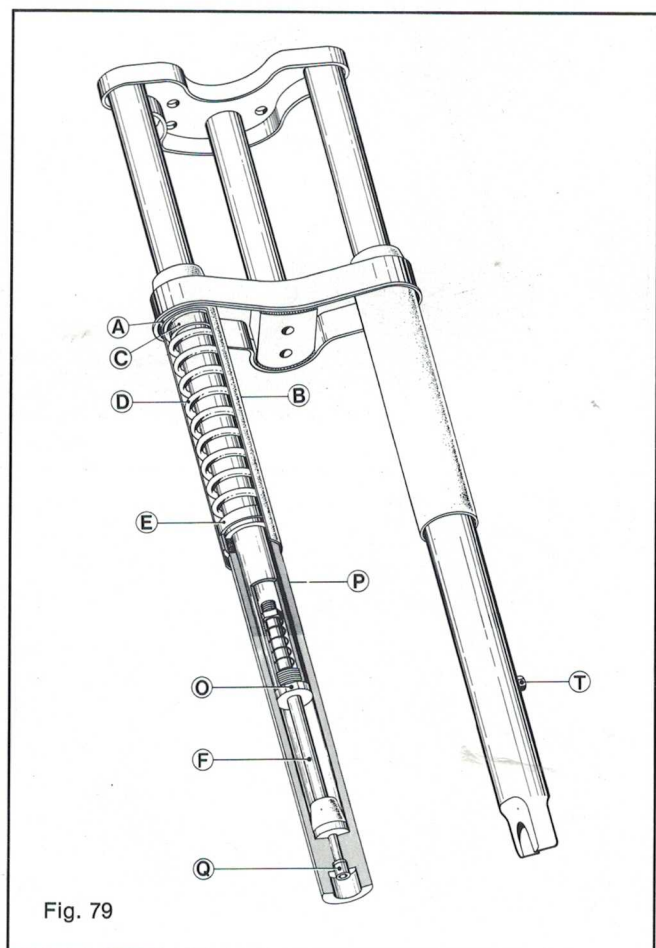

Fig. 79
**Fig. 79 - Forcella telescopica:** effettuato il controllo e le eventuali sostituzioni dei particolari difettosi (tamponi di fine corsa, molle ecc.) montare, dopo aver preventivamente lubrificato con grasso la molla esterna, i sottoelencati particolari: rondella «A», protezione esterna «B», scodellino superiore «C», molla «D», scodellino inferiore «E», gruppo stelo «F» e avvitare al braccio della forcella la ghiera «O» del gruppo stelo.